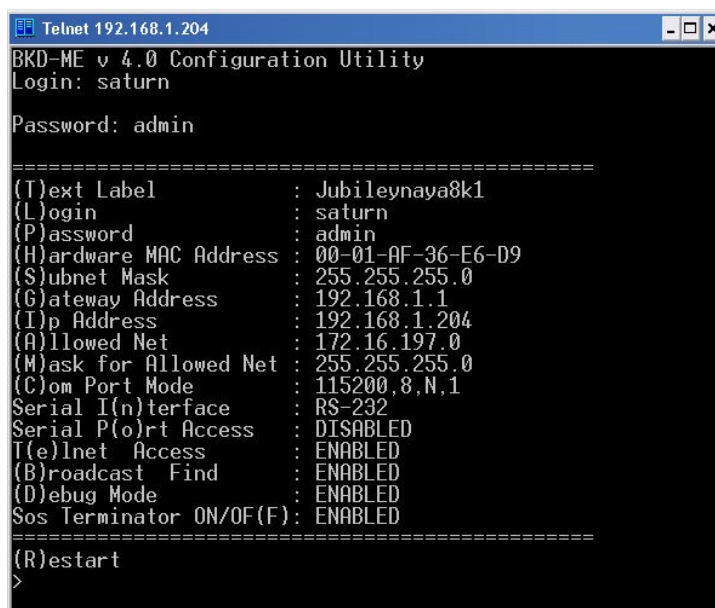

Рисунок 11
6) Ввести правильный пароль и нажать «ENTER». В случае ввода правильного логина и пароля появится следующее сообщение (рисунок 11).